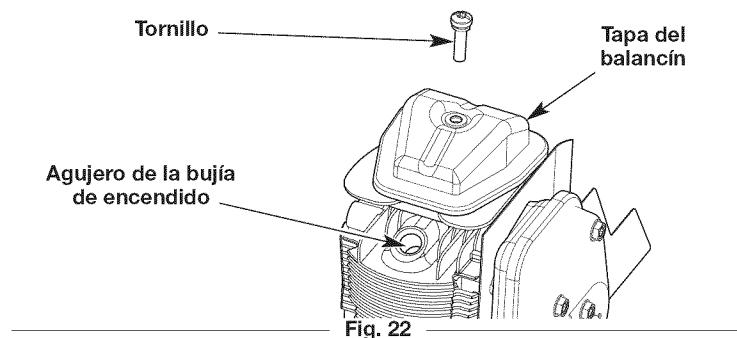
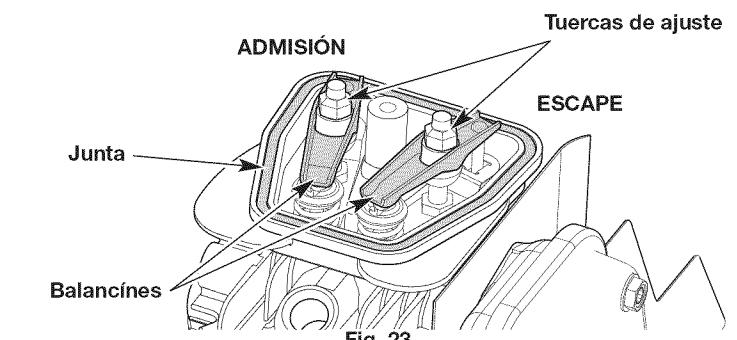

Fig. 22
Fig. 23
6. Quite el tornillo de la tapa del balancín con un destornillador plano o un destornillador Torx T-25 (Fig. 22). Quite la tapa del balancín y la junta.(Fig. 23).
7. Inspecciona el orificio de la bujía (Fig. 22) y hala la cuerda de arranque lentamente para mover el piston. Asegúrese de que: